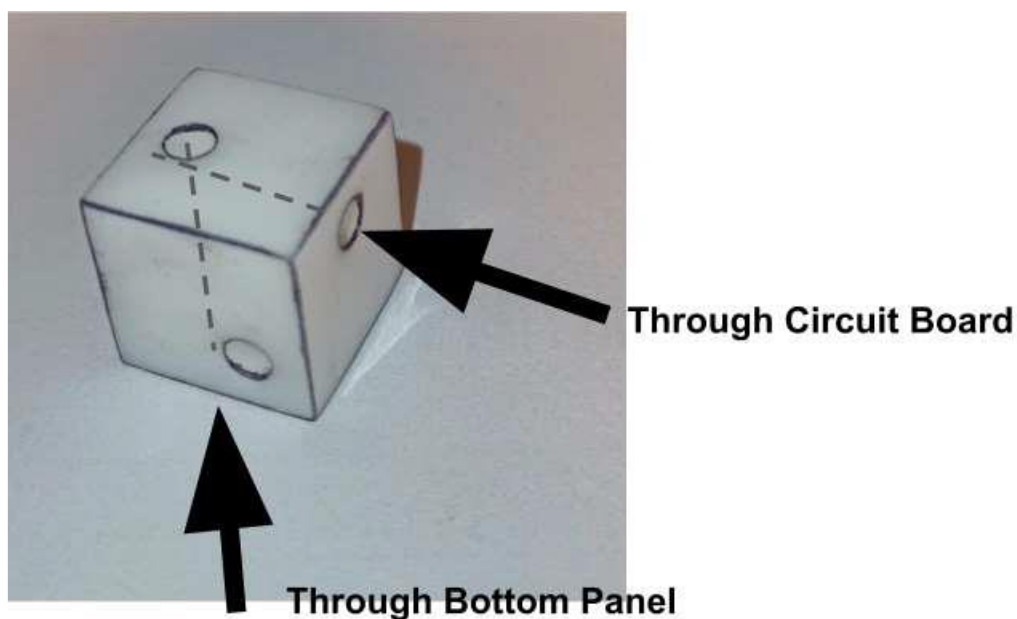

Figure 8-15. Mounting blocks
□ Attach two mounting blocks lower edge of the Power Supply, QSD, Main Board, Exciter, and Relay boards. Orient the blocks as shown in Figure 8-15.
電源、QSD、メインボード、エキサイター、リレーボードの下端に 2 つの取り付けブロックを取り付けます。ブロックを図 8-15 に示すように配置します。